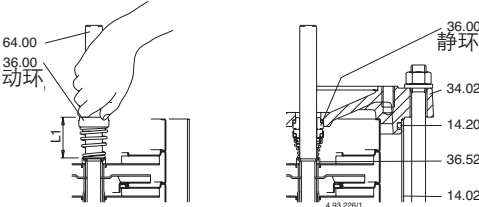

图.5 插入机械密封
- 5.拆下螺丝(61.07)和笼型支架(32.00),其和轴承(66.00)及联轴器(64.22)作为整体从上端盖(34.02)顺轴(64.00)抽出(图.5).
检查安装前后的长度并把动环升起与到与原始长度(L1 图5)一致。